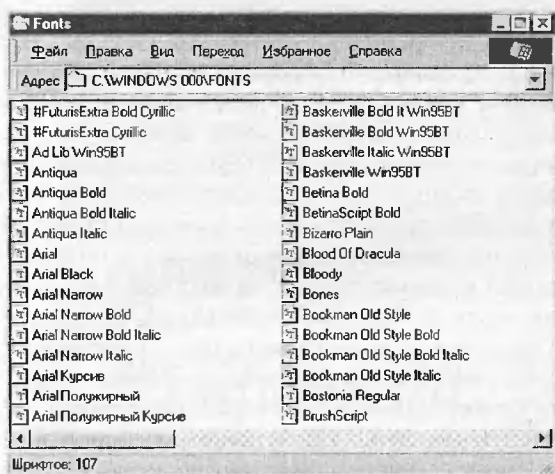

Рис. 1.27. Папка *Fonts* (*Шрифты*)
- двойным щелчком открыть папку *Fonts* (*Шрифты*) (см. рис. 1.27);